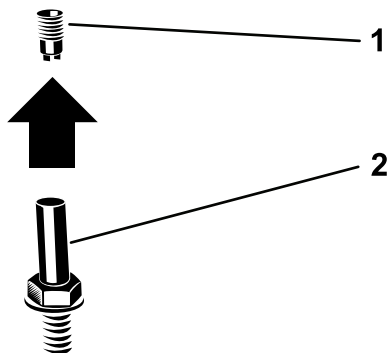

図 5
2. ビーコンのソケットからビーコン用コネクタを外す 図 5。